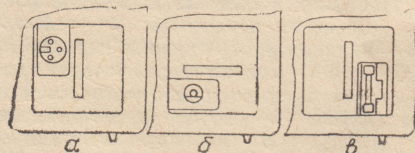

Рис. 3. Положение предохранительной крышки.
5.6. Положение предохранительной крышки показано на рис. 3.
6.2.1. Подключите розетку сетевого шнура питания к вилке приемника для подключения сети переменного тока (рис. 3а).